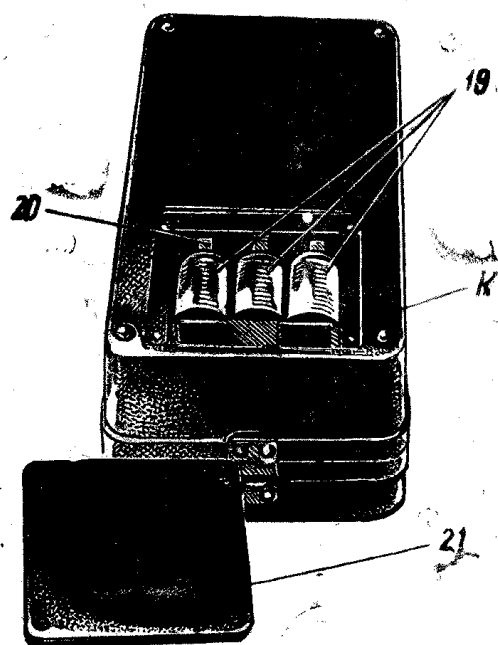

Рис. 10.
(1) имеется отделение (18) из трех гнезд для укладки источников питания цепей омметра (трех элементов типа 332 (19) (рис. 10). В каждом гнезде расположены по два контакта пружинящих (20). Отделение для укладки элементов закрывается крышкой (21) с надписью «батарея». Крышка (21) закрепляется двумя винтами.